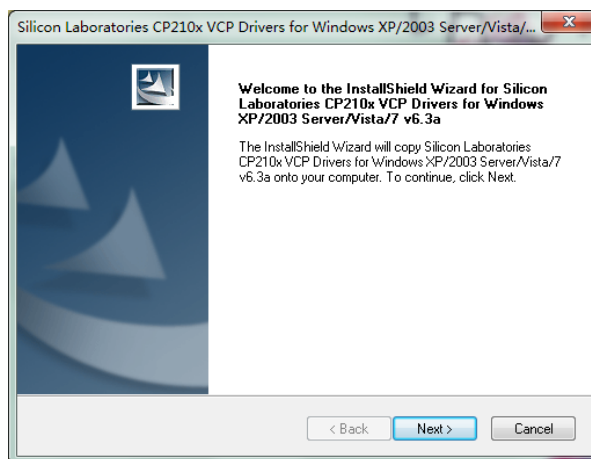

图 6 安装界面 1
- 3、安装进入如图 6 所示界面，请单击“Next >”。